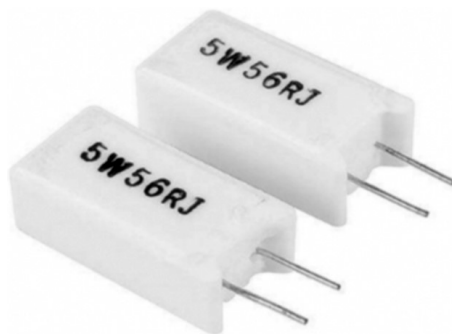

图 1-11 水泥电阻
(3)水泥电阻。水泥电阻是由水泥充填密封而成的,其外形如图 1-11 所示。水泥电阻有普通水泥电阻和水泥线绕电阻两类。水泥电阻属于功率较大的电阻,能够允许较大电流的通过。它的作用和一般电阻一样,只是可以用在电流大的场合,如与电动机串联,限制电动机的起动电流,阻值一般不大。水泥电阻具有外形尺寸较大、耐震、耐湿、耐热及散热性良好、价格低等特性,广泛应用于电源适配器、音响设备、音响分频器、仪器、仪表、电视机、汽车等设备中。